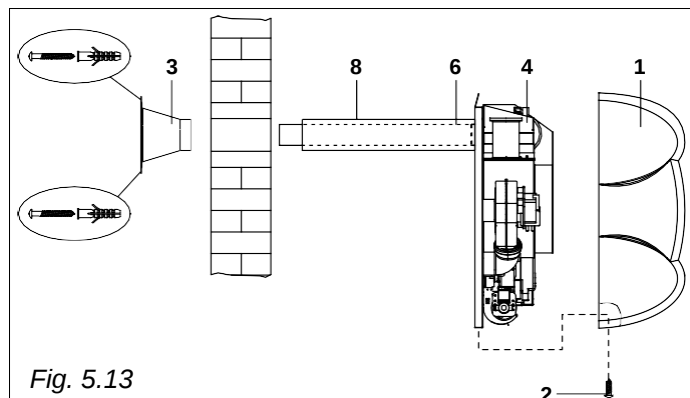

Fig. 5.13
1. Demontati carcasa (1) dupa ce ati slabit surubul De fixare (2) (vezi fig. 5.13)
2. Introduceti conducta de evacuare (6) in gulerul intern al cutiei de aer (vezi fig. 5.13)
5. Pozitionati termoconvectorul (4) (fig. 5.13) pe perete in conformitate cu orificiul realizat anterior, apoi fixati-l cu suruburile furnizate.
6. Cuplati masca la perete (3) (fig. 5.13) din exterior si fixati-l cu cele doua dibluri furnizate.